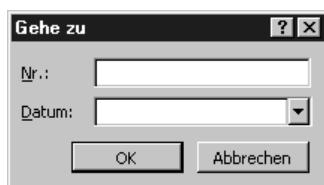

Abbildung 8.5:
- Verwenden Sie den Befehl **GEHE ZU**, um direkt zu einer bestimmten Vorgangsnummer oder einem bestimmten Vorgangsdatum zu gelangen. Wählen Sie **BEARBEITEN**, **GEHE ZU**. Das Dialogfeld **GEHE ZU** erscheint (siehe Abbildung 8.5). Geben Sie die gewünschte Vorgangsnummer oder das gewünschte Datum ein und klicken Sie **OK**. Der ausgewählte Vorgang wird grau schattiert erscheinen. Sollte die Vorgangsleiste nicht zu sehen sein, versuchen Sie es mit der Schaltfläche **VERGRÖßERN**, um mehrere Vorgangsleisten für einen jeden Tag angezeigt zu bekommen.